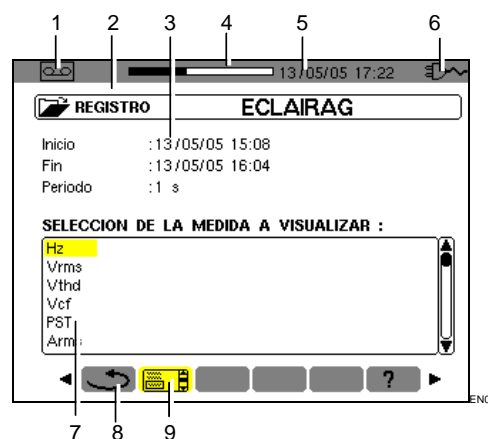

Figura 51: ejemplo de pantalla de selección de un registro de medida.
6.	Volver a la pantalla anterior (Figura 51).